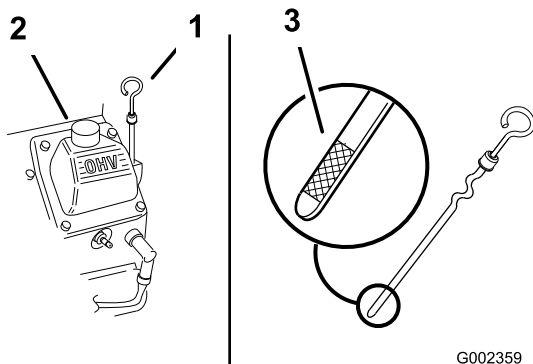

図 160
3. オイルキャップとディップスティック周辺をきれいに拭く **図 160**。